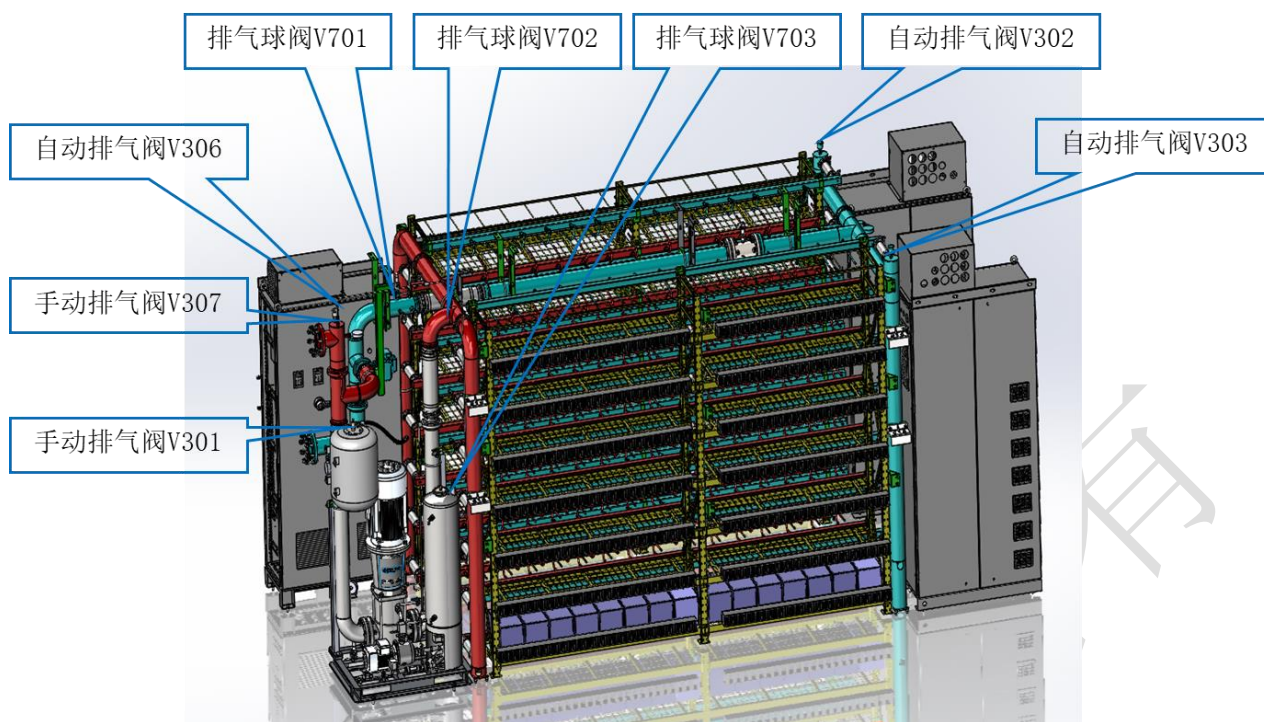

图 8-3 集装箱系统排气阀位置图
- b. 检查集装箱内部管路与外部连接管路上的自动排气阀上的堵头或者球阀是否全部关闭（旋拧自动排气阀顶部螺帽即可打开/关闭自动排气阀）。（见图 8-3 至图 8-7）。
- 检查集装箱内部管路上的自动排气阀上的堵头是否全部打开（见图 8-3 ）。